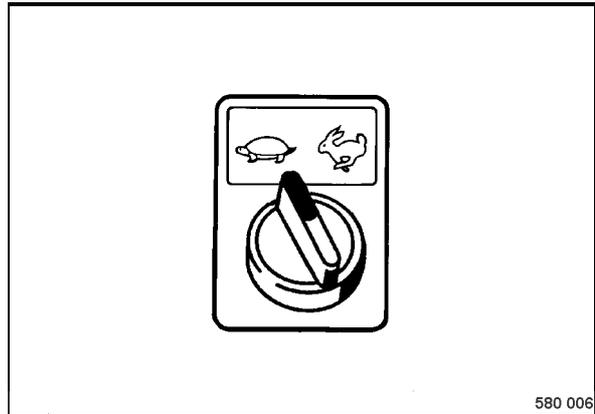

fig. 51
- Sélectionner la plage de vitesse (fig. 51) (machines D et PD).